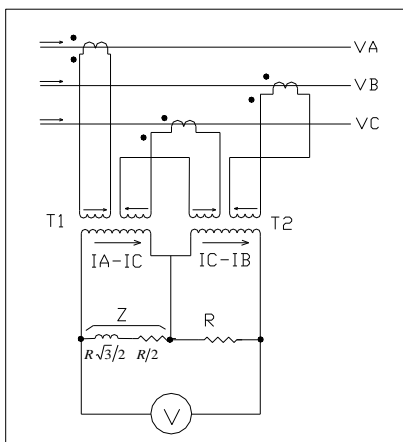

Figura 3
A componente de seqüência positiva é medida através da conexão de 3 transformadores de corrente (TC) de acordo com a figura 3. O transformador auxiliar T2 entrega uma corrente proporcional a $(I_C - I_B)$ através da resistência R. O transformador T1 entrega uma corrente proporcional a $(I_A - I_C)$ através de $Z = -a^2 \cdot R$.